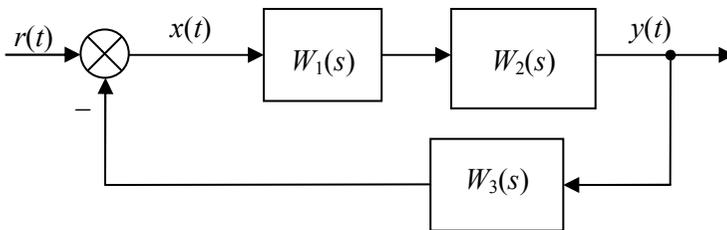

Рис. 5.4.1
**Пример 10.** Структурная схема системы приведена на рис. 5.4.1: